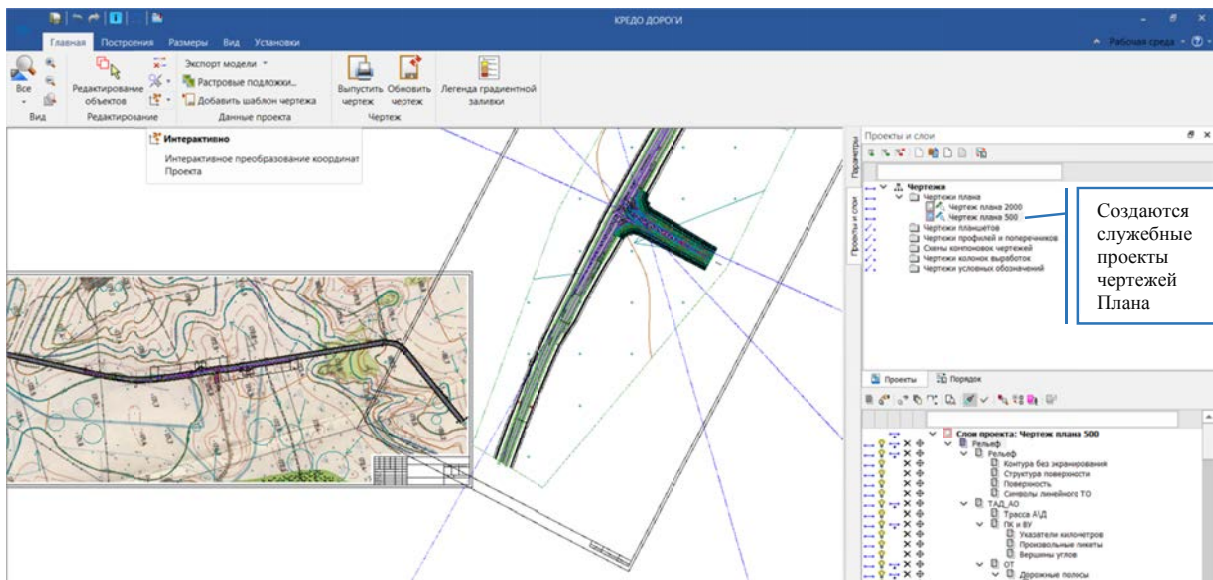

Рис. 6.13. Интерактивное преобразование координат проекта
10. При необходимости скорректировать местоположение скомпонованных чертежей в **Чертежной модели** в окне **Чертежи** необходимо воспользоваться командой **ГЛАВНАЯ – РЕДАКТИРОВАНИЕ – ИНТЕРАКТИВНО**, что позволит преобразовать координаты расположения проектов (рис. 6.13).